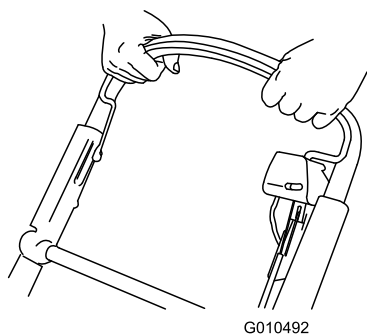

Figura 23
2. Tenete la barra di comando della lama contro la stegola (Figura 23) di innesto della lama